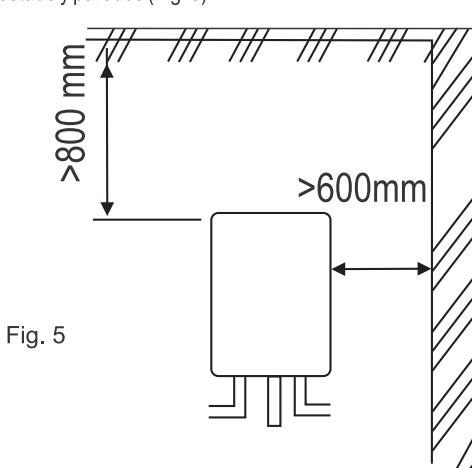

Fig. 5
- La distancia recomendada de instalación es de una separación mayor de 600mm del techo y 400mm de separación entre costado y paredes (Fig. 5).